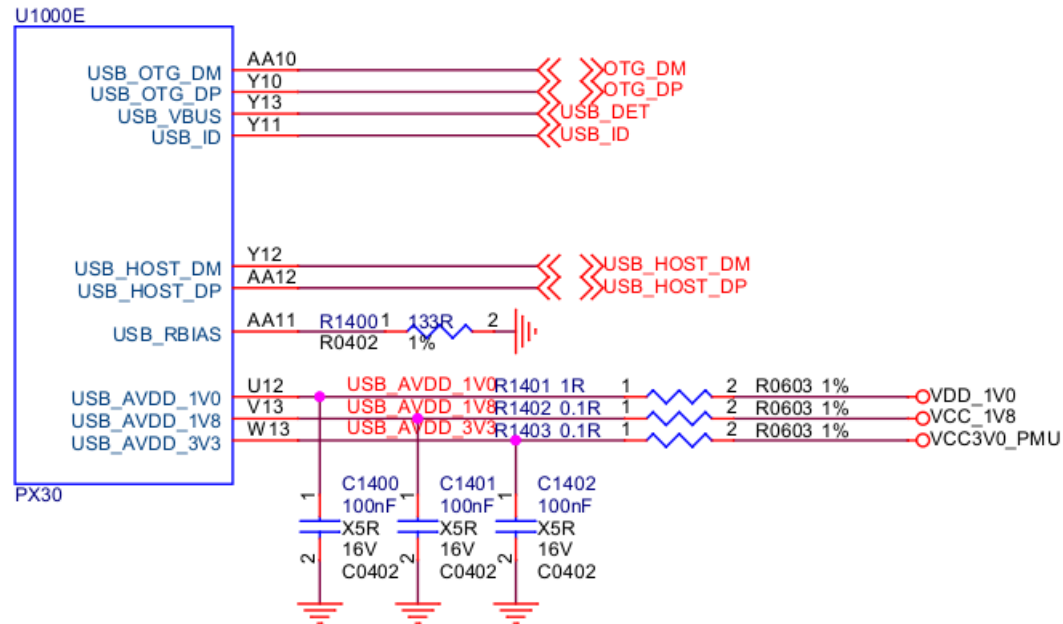
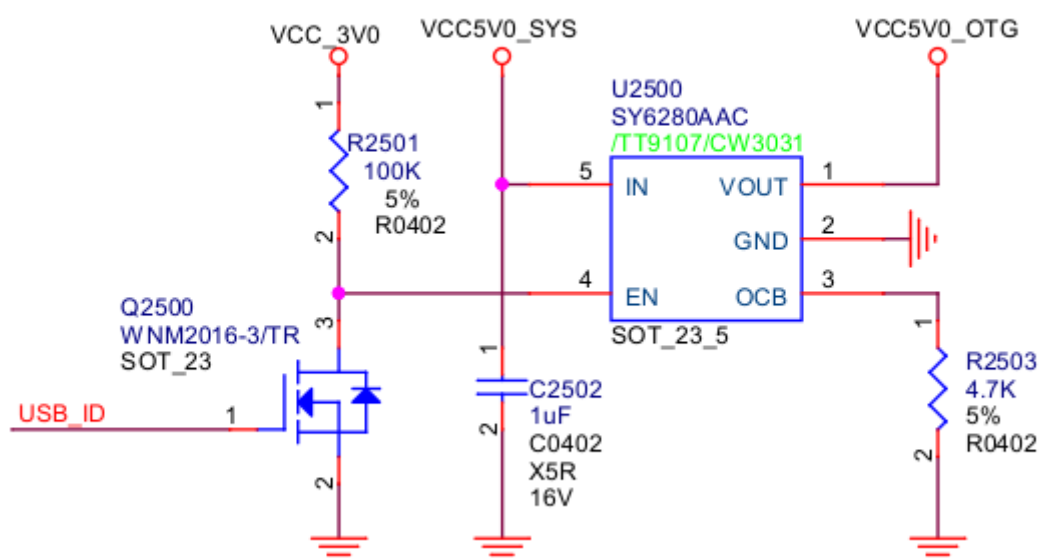

图 2-5 USB 2.0 OTG 芯片引脚
图 2-8 USB 2.0 OTG VBUS DRV 电路
- USB 2.0 OTG 的硬件电路如图 2-5 ~ 图 2-8 所示: